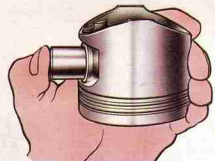
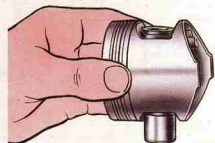

Рис. 2.37. Установка поршневого пальца
Рис. 2.38. Проверка посадки поршневого пальца
**Сборка.** Перед сборкой подберите палец к поршню и шатуну. У новых деталей класс отверстий под палец в шатуне и поршне должен быть идентичен классу пальца. У деталей, бывших в эксплуатации, для правильного сопряжения необходимо, чтобы поршневой палец, смазанный моторным маслом, входил в отверстие поршня от простого нажатия большого пальца руки (рис. 2.37) и не выпадал из него, если дергать поршень как показано на рис. 2.38.